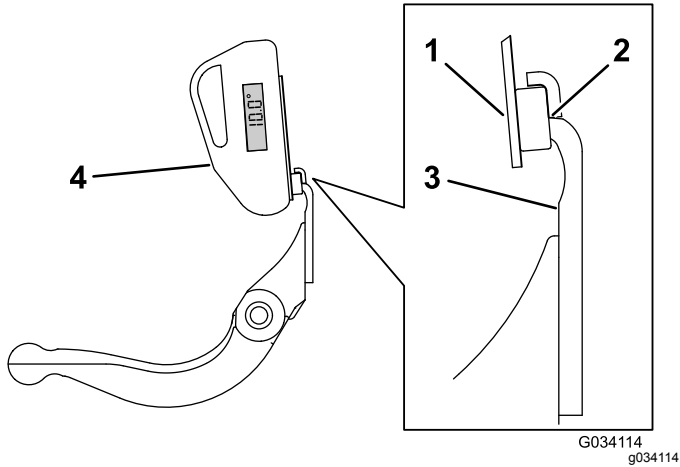

Figure 28
4. Placez l'indicateur d'angle sur le support comme illustré à la Figure 28.